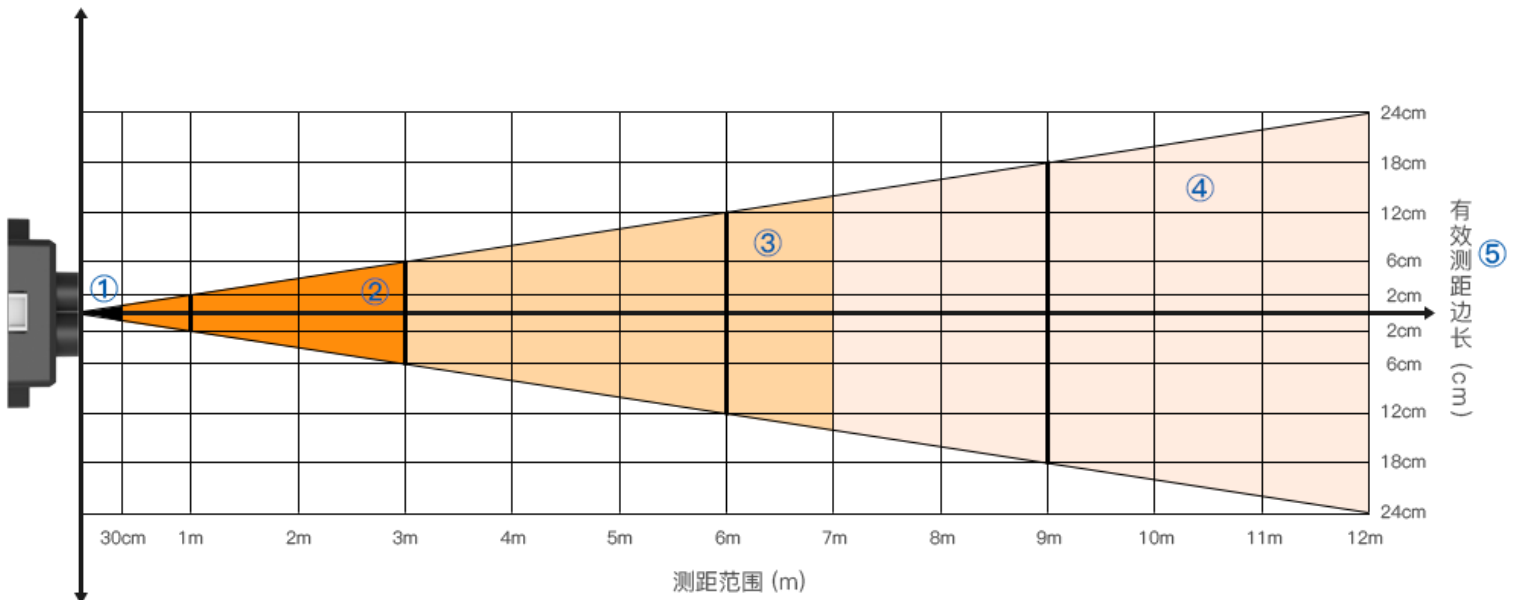

图 2 产品测距范围及有效性示意图
序号⑤：如图 2 所示，TFmini 信号接收角为 2.3°。只有当『被测目标边长』大于等于『有效测距边长』时，数据才稳定可靠。具体对应数值详见表 2 测距距离对应的被测目标有效边长。